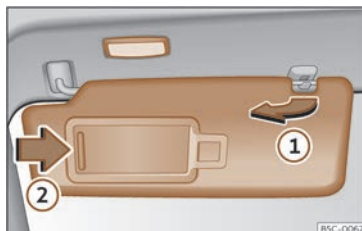

Fig. 105 Para-sol.
- El para-sol es pot extreure de la fixació i girar-lo cap a la porta»» fig. 105 ①